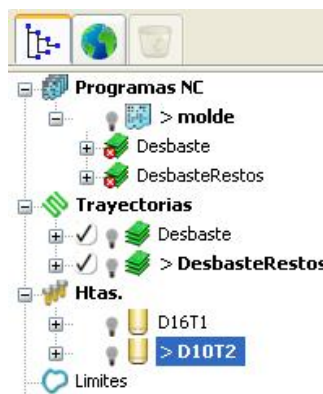

Figura 2.167 Programa NC molde activo y herramientas desactivadas.
- Expandir Trayectorias, y desdibujar las herramientas y las trayectorias haciendo clic en el icono de la bombilla hasta que aparezca . Ahora se podrán ver fácilmente las nuevas trayectorias de acabado cuando se creen (Figura 2.167).